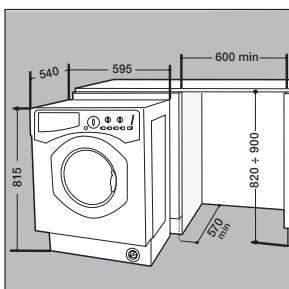

Abb. 6
- Schieben Sie die Maschine in die Öffnung und passen Sie sie der Türfront an (*abb. 6*).